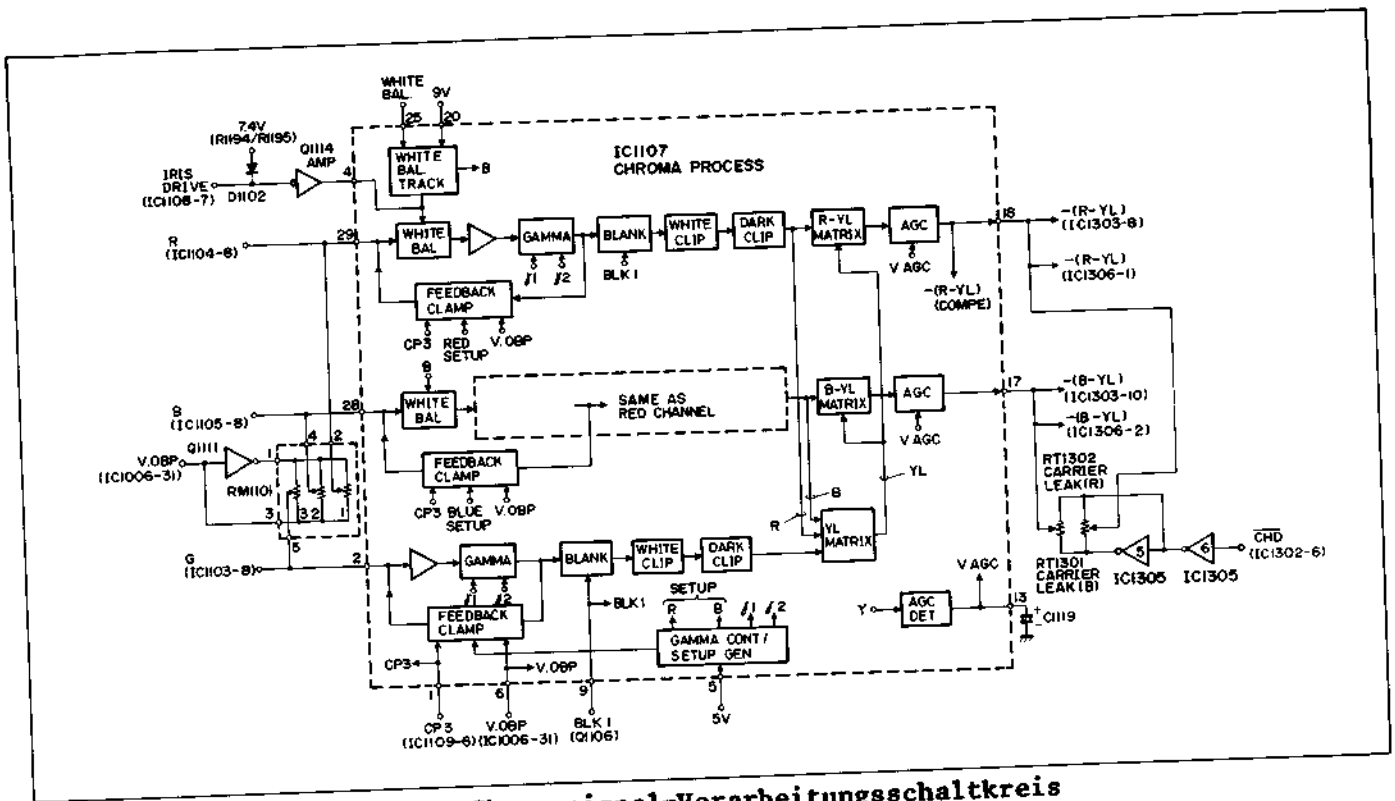

Abb. 2-17 Chromasignal-Verarbeitungsschaltkreis
2.7 Chromasignal-Verarbeitungsschaltkreis (Abb. 2.17)